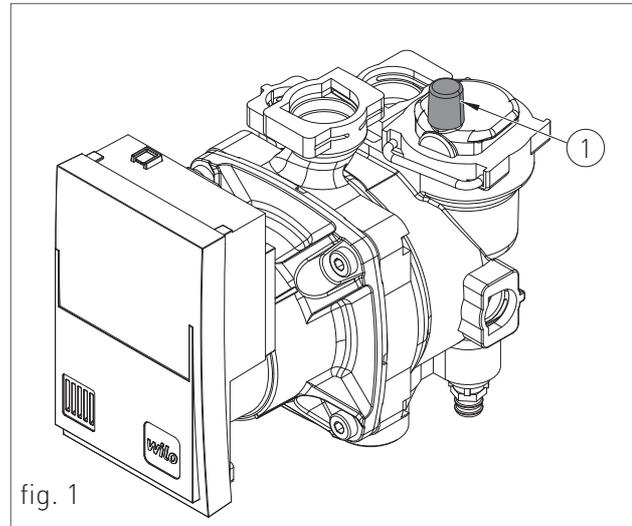

fig. 1
1. aflojar levemente el tapón de la válvula Jolly del circulador (1-fig.1) para que el aire salga de la instalación;